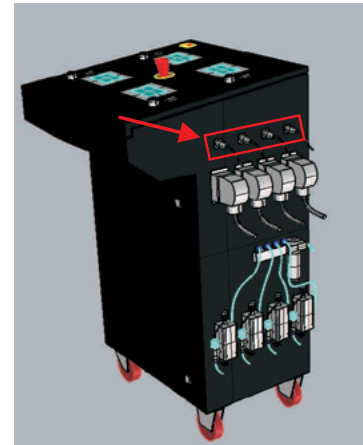

ABB. 1
4. D-TC – Sensor an die Steckbuchse der Systemsteuerung anschließen (Abb. 1). Das grüne Licht des D-TC Symbols zeigt an, dass die Vorrichtung angeschlossen wurde (ABB.5);